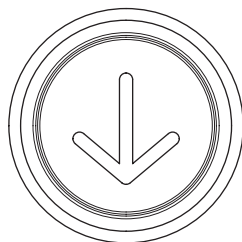

Abb. 12
- Einschalt-/Mess-Taste, siehe Abb. 12.